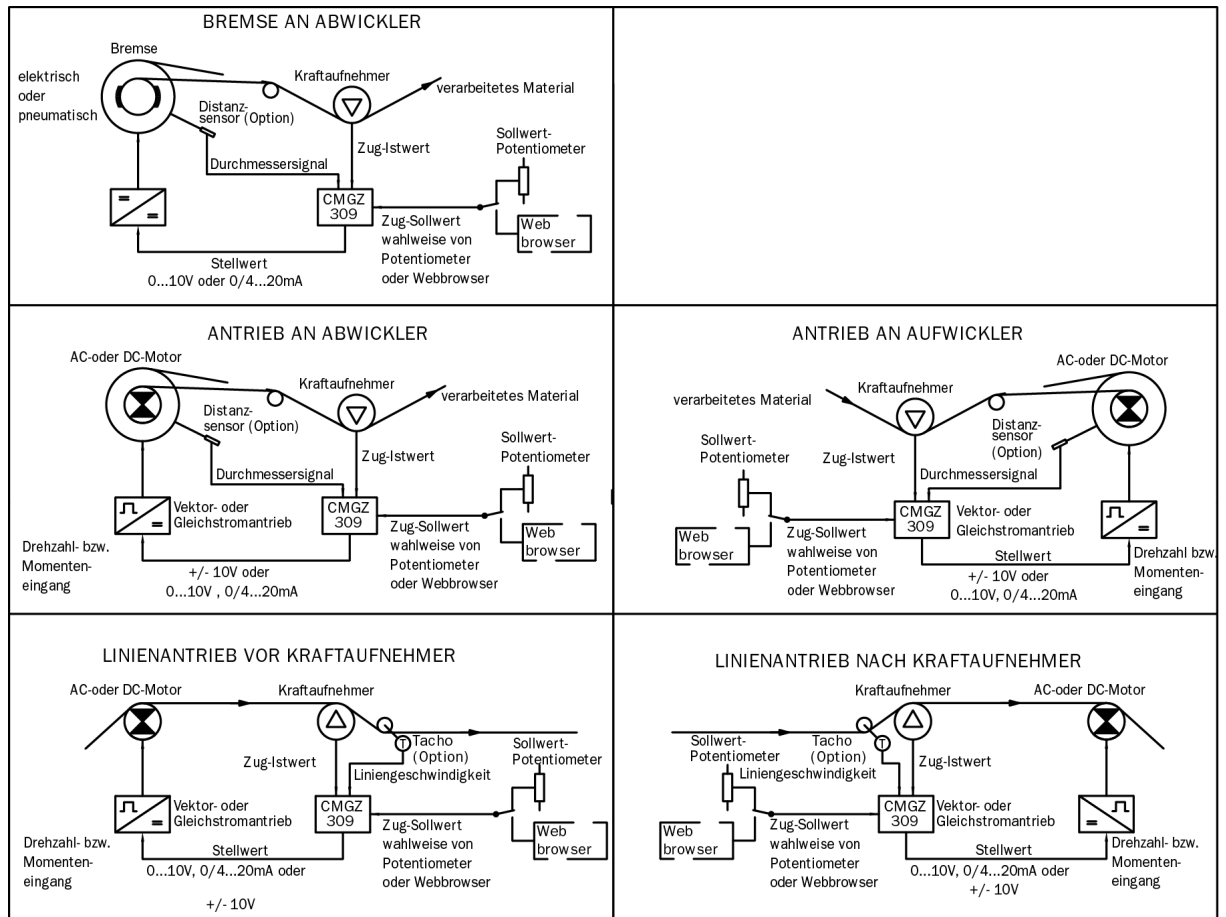

Bild 3: Prinzipischemata der möglichen Reglerapplikationen CMGZ309_BA_Manual.ai
- Betriebsarten wie: Abwickler-Bremse, Abwickler-Antrieb, Aufwickler-Antrieb, Linienantrieb (siehe **Bild 3**).
Zugriff über Kabelschraubleisten (siehe Bild 3 and 4)